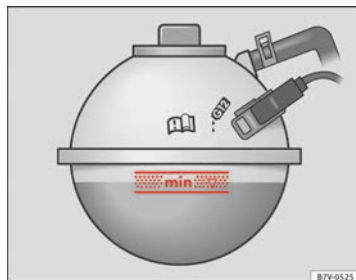

Fig. 113 En el vano motor: Marca en el depósito de expansión del líquido refrigerante.
- Con el motor en frío, verifique el nivel del líquido refrigerante mediante la marca lateral del depósito de expansión ⇒ Fig. 113.
- Reponga exclusivamente líquido refrigerante **nuevo** que cumpla con la especificación de SEAT (⇒ página 197) ⇒ ①.
- El nivel del líquido refrigerante debe encontrarse dentro de las marcas grabadas en el depósito de expansión ⇒ **fig. 113. No rebasa el borde superior de la zona marcada** ⇒ ②.
- Si en un caso de emergencia no dispone de un líquido refrigerante que cumpla las especificaciones requeridas (⇒ página 197), en ningún caso utilice otro tipo de aditivo. En su lugar, rellene primero únicamente **agua destilada** ⇒ ③. A continuación encargue restablecer la proporción de mezcla correcta con el aditivo prescrito lo antes posible ⇒ página 197.
- Añada líquido refrigerante sólo hasta el borde superior de la zona marcada ⇒ **fig. 113**. De lo contrario, al subir la temperatura el líquido sobrante saldrá por presión del sistema de refrigeración causando deterioros. ►